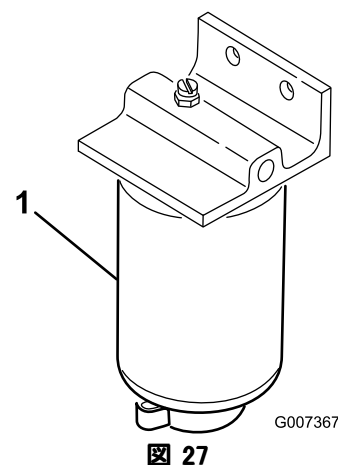

図 27
2. 燃料フィルタの下に燃料を受ける容器をおく（図 27）。
3. 燃料フィルタについているドレンプラグを開き、内部にたまっている異物を流し出す（図 27）。終了したらプラグを締める。